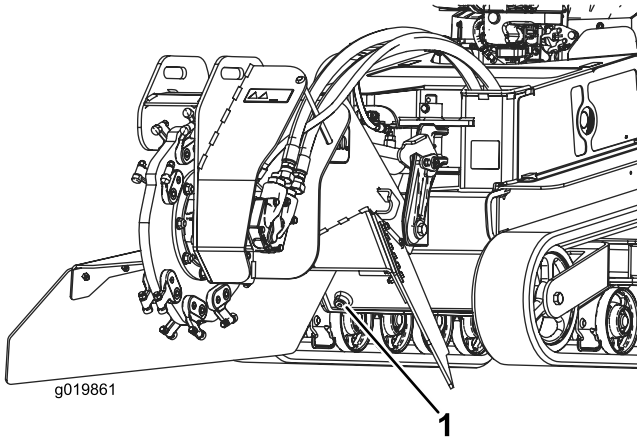

Bild 61
8. Entfernen Sie die Ablassschraube am Hydraulikbehälter und lassen das Öl in die Auffangwanne ab (Bild 61).